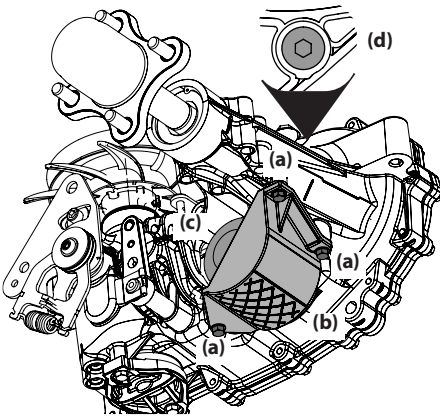

Figure 41
2. Retirez les trois vis (a) et le protecteur du filtre (b). Enlevez les débris autour du filtre (c). Voir Figure 41.
8. Retirez le bouchon (d) sur la transmission pour que l'air se dégage lorsque l'huile est ajoutée. Voir Figure 41.